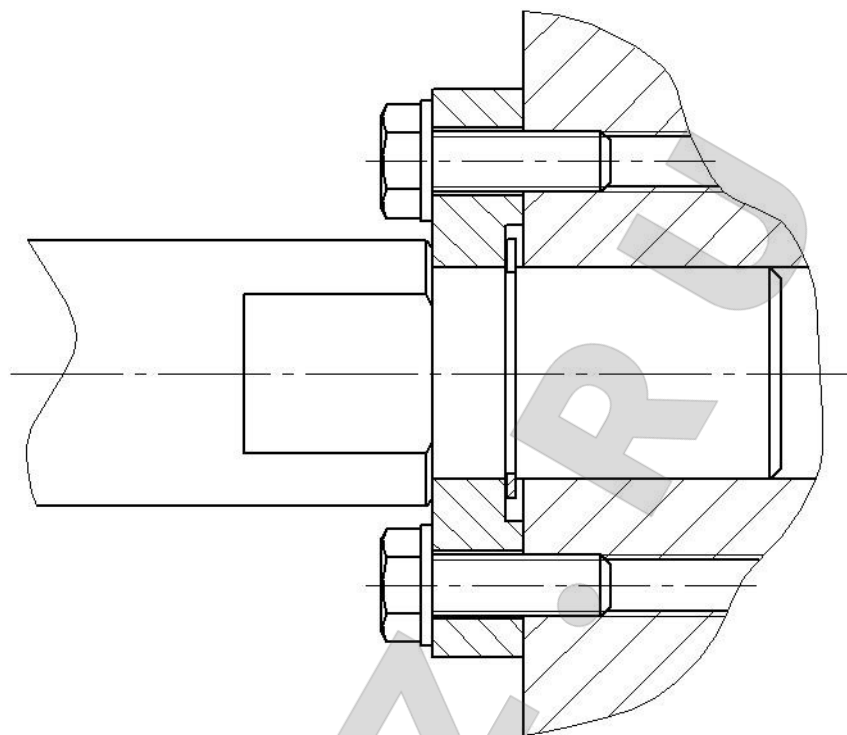

Рис. 4 Крепление двигателей Камаз и ЯМЗ
7.3. Совместить отверстия в крепежных кронштейнах с отверстиями в двигателе (агрегате) и закрепить двигатель. Затянуть все крепежные элементы адаптеров. Для двигателей ЯМЗ и КАМАЗ вставить крепежные кронштейны в отверстия рубашки охлаждения блока цилиндров до упора и притянуть фланцы болтами М8х25 (в комплект не входят), как показано на рис. 4.